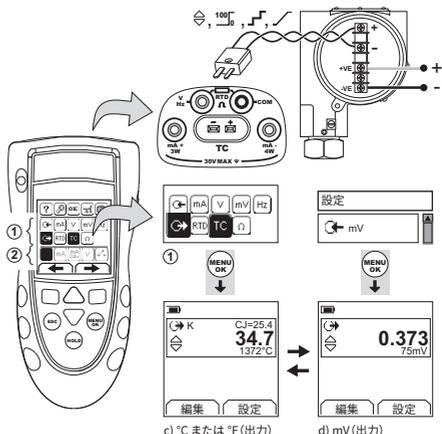

図 9: 構成例 - 熱電対の温度 (°C/°F) または電圧 (mV) の測定 / シミュレート
熱電対の線を、適切な TC ミニ - コネクタ (図 9) に取り付けます。幅の広いブレードがマイナスです。次に、コネクタを計器に取り付けます。
1. 本計器を接続し (図 9)、必要に応じてセットアップ (表 1) を調整します。